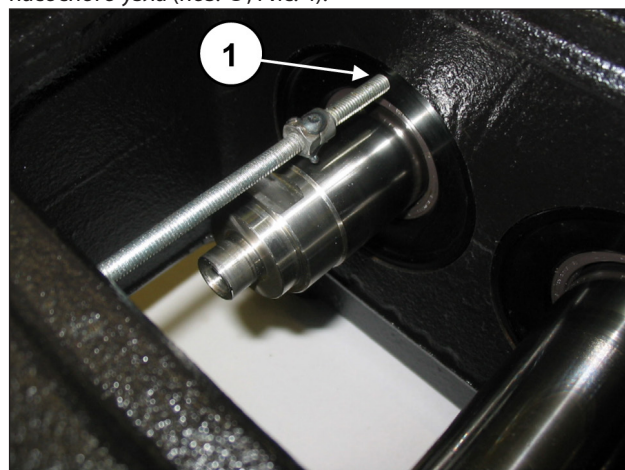
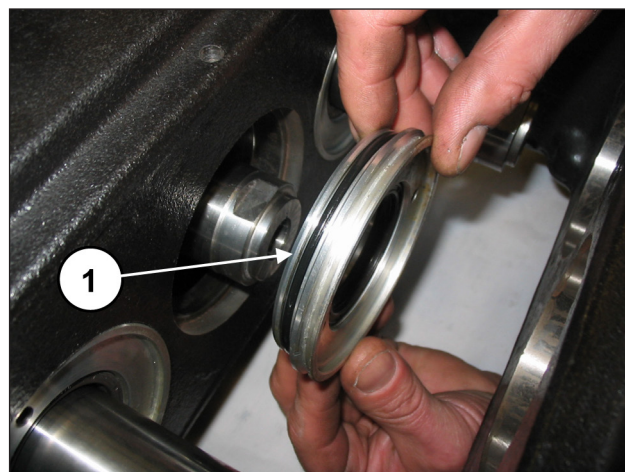

Рис. 3
Рис. 4
Закрутите резьбовую шпильку или винт М6, которые будут выполнять функцию съемника, в специальные отверстия на крышке сальника (поз. ①, Рис. 3) и снимите крышки с насосного узла (поз. ①, Рис. 4).